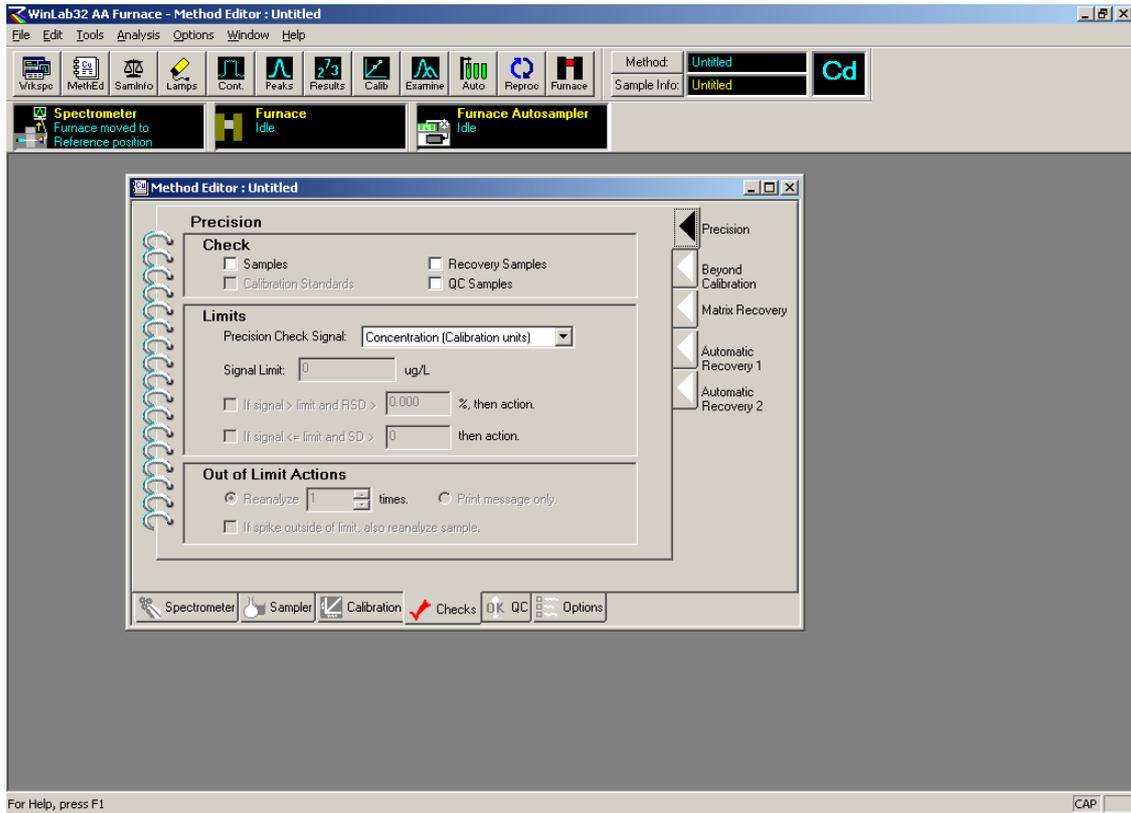

图 34. 方法编辑中的“Checks”页面之一
2.2.10 在上面的对话框中输入每一点标准浓度, 浓的储备液浓度及其位置, 标准空白和样品空白位置, 然后点击“OK”, 仪器软件即自动计算出每一点工作标准配制时应取的浓的储备液及稀释剂的体积. 再点击“Initial Calibration”, 选择建立新的工作曲线或是调用以前作好的, 储存在硬盘上的合适的校准曲线; 如需要, 还可点击下面的“Calibration Check”, 对校准曲线的相关系数提出要求, 并选择当相关系数不能达到要求时, 仪器应作出的反应. 再下面的“Recalibration”页面给用户提供了在测定过程中对工作曲线进行再校准的功能. 在该页面中操作者必须确定再校准的类型, 再校准的频度以及在测定过程的最后是否要用标准溶液当作样品来做, 以验核测量结果的可靠性. 至此, 方法建立的基本内容已经输入完毕, 如不进一步使用软件的专门质量控制功能, 可直接进入到 2.2.16, 否则点击“Checks”, 屏幕出现画面如图 34: